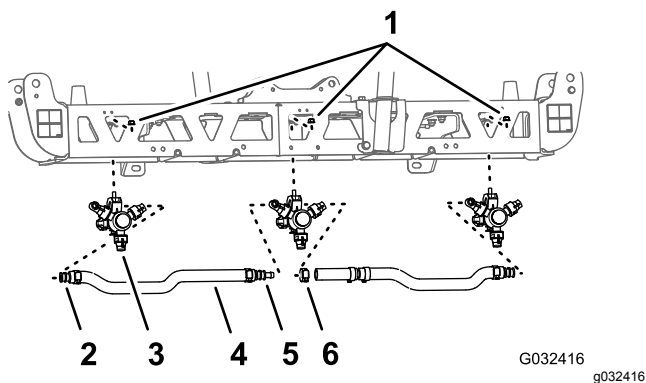
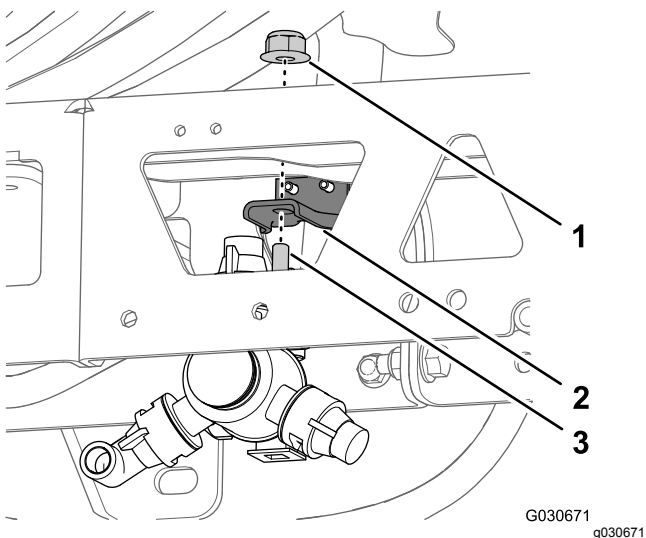

Figura 48
Figura 49
1. En la sección de fumigación central, retire la contratuerca con arandela prensada que sujeta la boquilla de fumigación al soporte de la boquilla (Figura 48 y Figura 49).
- Retire la boquilla de la sección de fumigación central (Figura 48 y Figura 49).
- Retire las mangueras (3/4" D.I.), los conectores dentados, las abrazaderas y el acoplamiento en T dentado de la sección de fumigación central (Figura 48).